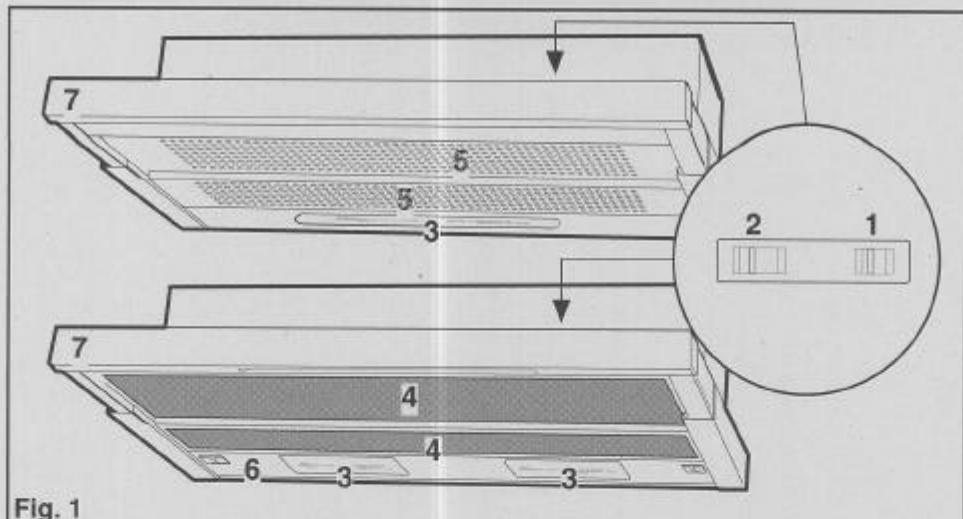

Fig. 1
### Geräteansicht - Abb.1
**Introduction to the Hood - Fig. 1**